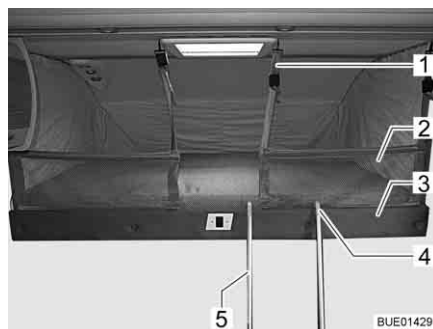

Bild 136 Höjbar säng med uppspant skyddsnet
Om det finns ett skyddsnet, ligger skyddsnetet (Bild 136,2) med säkerhetsremmarna befinner sig under madrassen i den höjbara sängen. Skyddsnetet ska först monteras när personerna som ska sova där befinner sig på den höjbara sängen.
*Hänga upp:* ■ Haka fast säkerhetsremmarna (Bild 136,1) i krokarna i taket.
- Haka in trappstegens (Bild 136,5) två byglar (Bild 136,4) på den höjbara sängens list (Bild 136,3).